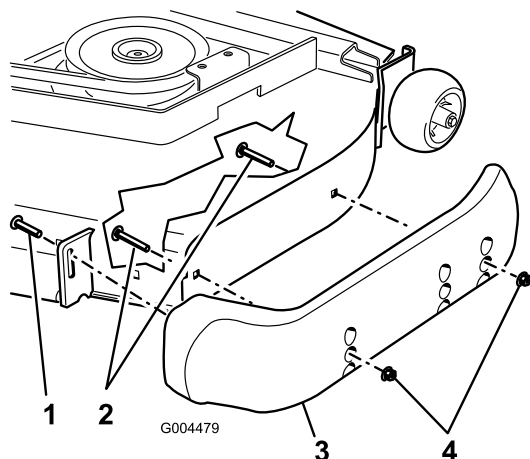

Figure 44
3. Desserrez la vis à l'avant de chaque patin (2 patins sur les tabliers Guardian et 1 patin sur les tabliers à décharge latérale), comme montré à la Figure 44.